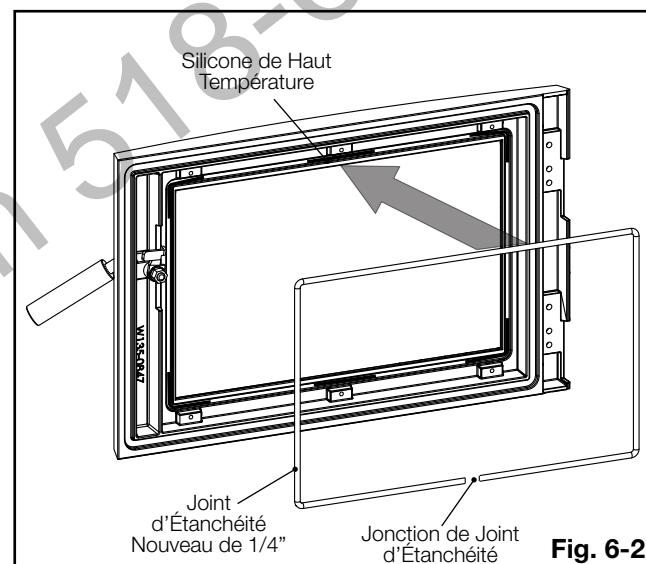

Fig. 6-2
4. Appliquez **silicone de haut température** (non fourni) dans la rainure de joint d'étanchéité comme illustré (**Fig. 6-2**).
5. Coupez le joint d'étanchéité de 1/4" (fourni) à taille et le placez au dessus du silicone. Appuyez le joint d'étanchéité fermement d'assurer qu'il reste en place. Assurez-vous que le jonction de joint d'étanchéité face vers le bas comme illustré (**Fig. 6-2**).